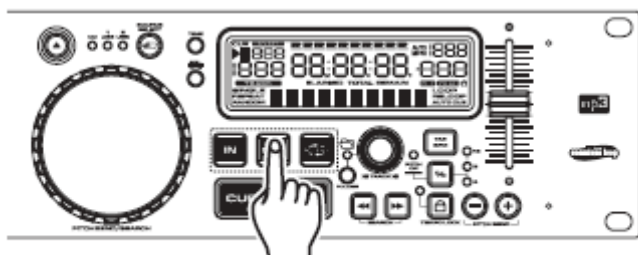

Figure 23
3) Wciskamy przycisk *Out* (17) aby ustawić końcowy punkt pętli (Rysunek 23). Diody LED przycisków LOOP IN i OUT będą się świecić wskazując, że pętla jest odtwarzana. Wciskamy ponownie przycisk *Out* aby wyłączyć Pętlę.
4) Wciskamy przycisk *RELOOP* (17) aby ponownie włączyć pętlę. Wciskamy przycisk *OUT* (17) aby wyłączyć pętlę.